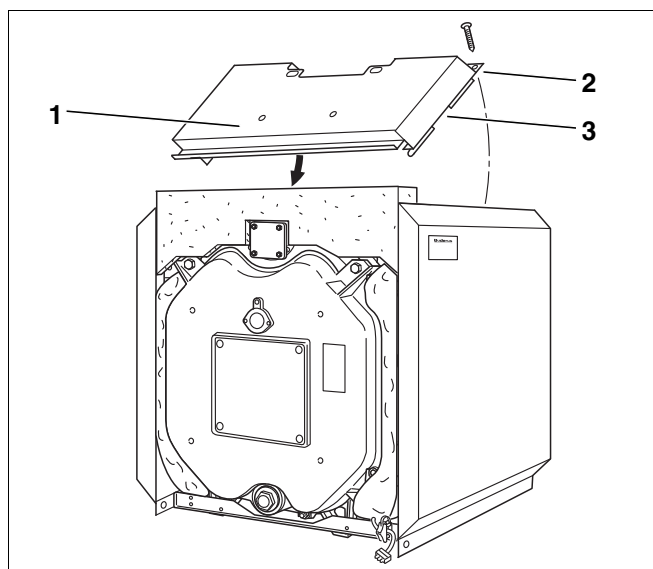

Fig. 36 Montaggio – Copertura anteriore
- Mettere la copertura anteriore (fig. 36, [1]) fra i pannelli laterali, in modo tale, che il ritaglio (fig. 36, [3]) faccia presa sopra la traversa.
- Avvitare la copertura, sulla parte posteriore, ogni volta con una vite autofilettante (fig. 36, [2]) ai pannelli laterali.